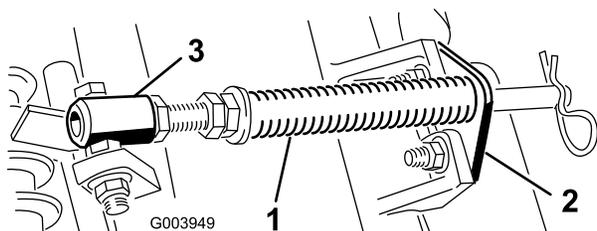

图5
A. 拆下把杆支架固定到滚刀组凸耳上的 2 个车身螺栓和螺母（图5）。
B. 拆下将弹簧管栓固定到承载架凸耳（图5）上的凸缘螺母，拆下组件。